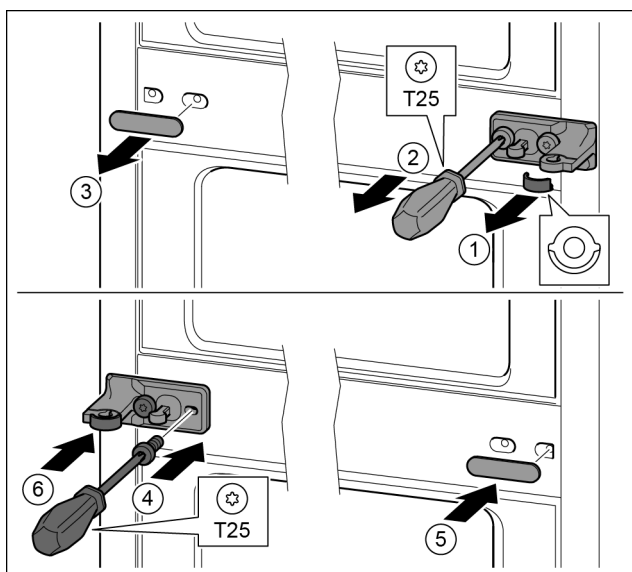

Fig. 34
- ▶ Stáhněte podložku. Fig. 34 (1)
- ▶ Šroubovákem T25 vyšroubujte šrouby. Fig. 34 (2)
- ▶ Opatrně stáhněte kryt. Fig. 34 (3)
- ▶ Stojan ložiska s fólií otočený o 180° pevně přišroubujte na druhé straně. Fig. 34 (4)
- ▶ Kryt otočený o 180° připevněte na druhé straně. Fig. 34 (5)
- ▶ Zepředu nasuňte podložku. Fig. 34 (6)